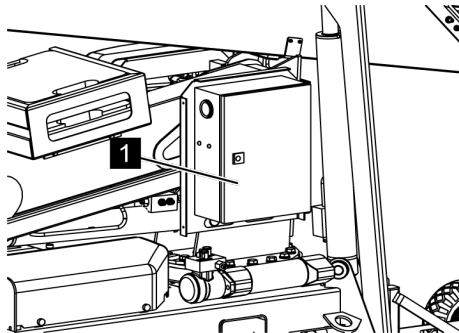

Fig. 118: Ouvrir la porte du boîtier de commande
3. → Ouvrir la porte du boîtier de commande (Voir la Fig. 118/1) avec la clé à double panneton fournie (☞ *Chapitre 4.7.1 « Clés » à la page 51*).
5. → Fermer la porte du boîtier de commande (Voir la Fig. 118/1) et la verrouiller avec la clé à double panneton.